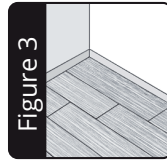

Figure 3
4. Achten Sie bei der Verlegung von RIGID SPC darauf, dass die Verbindungsstellen der kurzen Seiten versetzt sind. Wir empfehlen eine treppenförmige Zufallsverlegungsmethode (Abbildung 3). Halten Sie für das letzte Panel eine Mindestlänge von 20 cm für die gesamte Verlegung ein.
4. When installing Strong SPC, stagger the rows so that the short edge seams are not in a straight uniform line. We recommend the staggered random method (Figure 3). Maintain a minimum 20 cm or more, end-joint stagger from row-to-row throughout the entire installation.